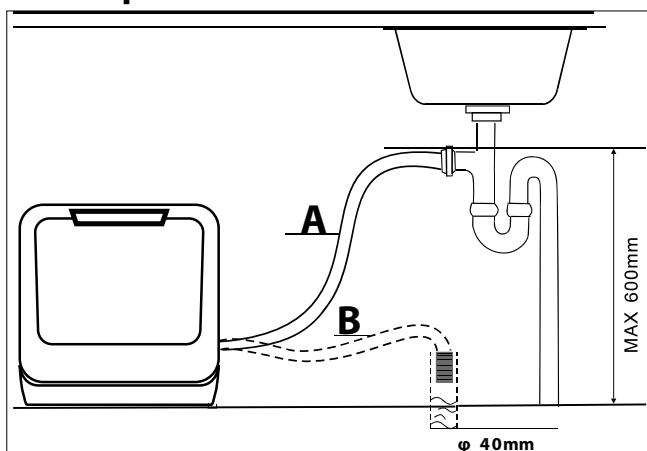

Abb. 8 – Siphonanschluss
- ▶ Verbinden Sie den Abflussschlauch mit dem Siphon (für Waschmaschinen) des Abflussrohrs unterhalb des Spülbeckens (siehe Abb. 8). Achten Sie auf ein ausreichendes Gefälle des Abwasserschlauchs. Das Gerät sollte mindestens 4 cm über dem Abfluss positioniert werden.